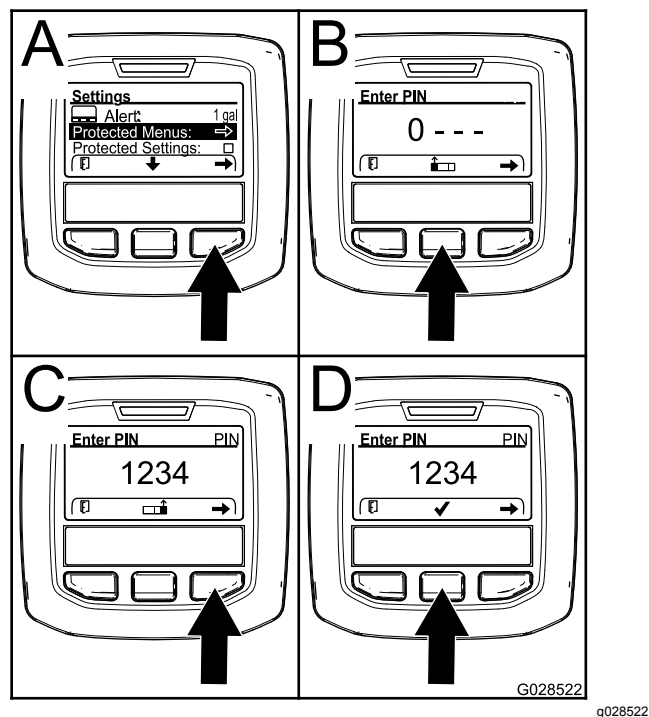

Bild 71
- Hinweis:** Das Häkchen-Symbol wird über der mittleren Auswahlstaste angezeigt (D in Bild 71).